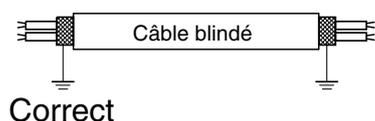

Fig. 1
1. Relier le blindage à la terre aux deux extrémités (Fig. 1).